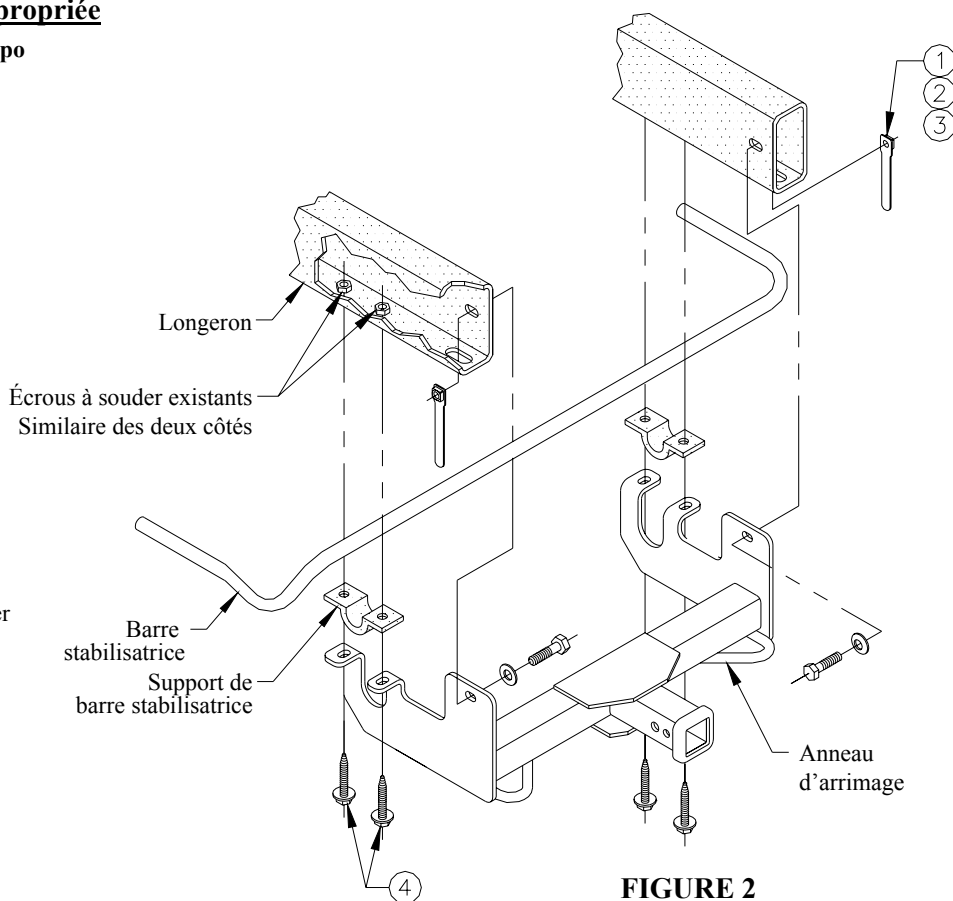

FIGURE 2
3. Soulever le récepteur en position, en intercalant le support de barre stabilisatrice entre le récepteur et le longeron de châssis, puis installer la visserie comme illustré à la figure 2.